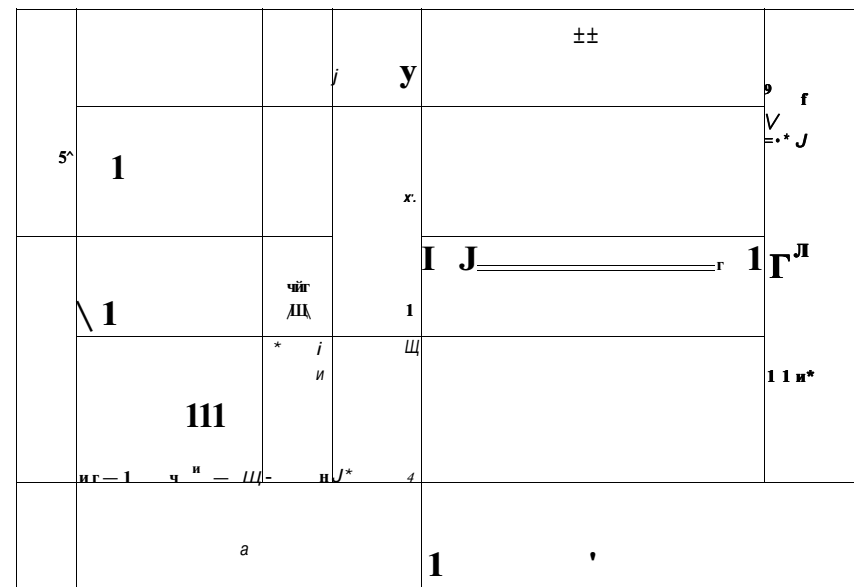

Рис. 11-10. Шкаф жарочный ШЖЭСМ-2:
**Шкаф марочный электрический секционно-модулированный ШЖЭСМ-2К (рис. 11-10)** состоит из двух однотипных унифицированных жарочных секций (камер) установленных на инвентарных шкафу-подставке с регулируемыми по высоте ножками. Каждая секция состоит из внутреннего и наружного коробов, пространство между которыми заполнено теплоизоляционными материалами.